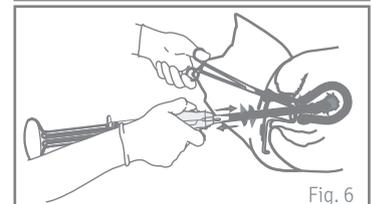

Fig. 6
5. Evacúe el contenido del útero girando el conjunto aspirador-cánula a 180 grados para cada lado y moviéndolo hacia adelante y atrás. (Fig. 6) Para la biopsia endometrial, en la mayoría de los casos, una pequeña cantidad de tejido es suficiente para obtener un diagnóstico.